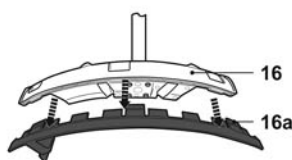

Рис. 5
- > Для работы в режиме кустореза, отсоедините защитную насадку [16a] от защитного кожуха [16], отвинтив винт [16b] и нажав на три язычка с помощью инструмента (Рис. 5).